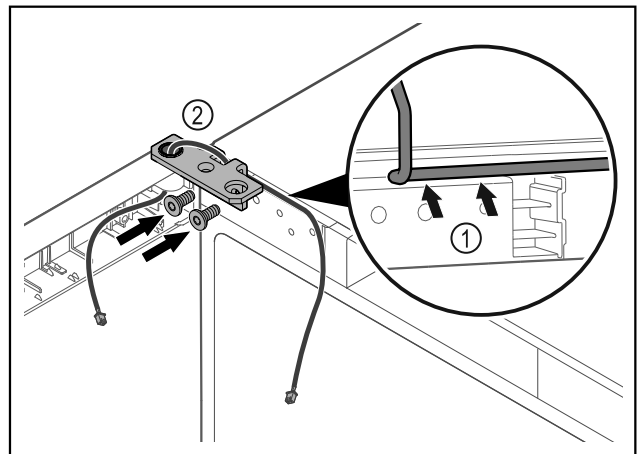

Fig. 37
- ▶ Pasar el cable por la escotadura de la escuadra de bisagra y tenderlo con cuidado Fig. 37 (1).
- ▶ Atornillar la escuadra de bisagra Fig. 37 (2).